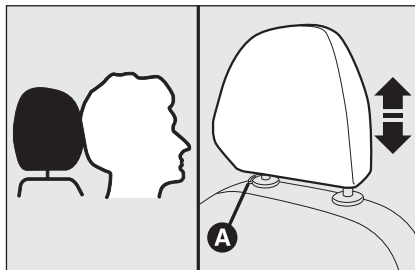

fig. 30
- ☐ réglage vers le bas: appuyer sur la touche **A**-fig. 30 et baisser l'appui-tête.